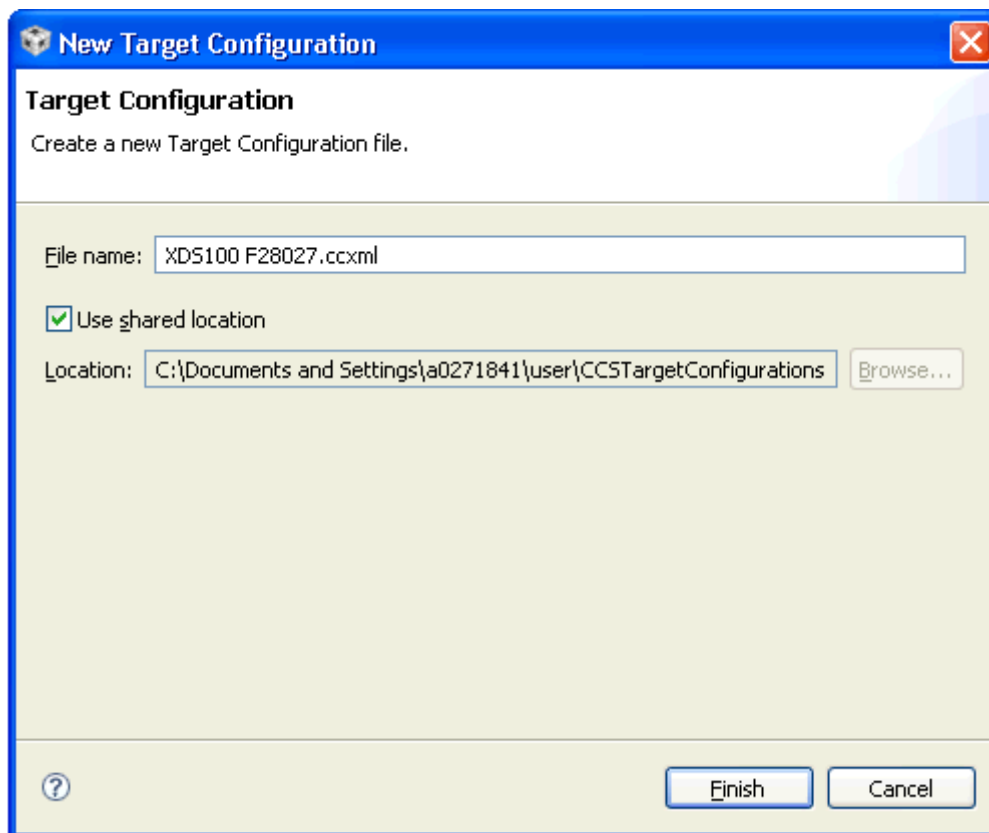

图 5. 创建一个目标配置
4. 这将打开一个如图 5 中所见的新标签。如下选择并进入选项：
- (a) 连接 - 德州仪器 (TI) XDS100v1 USB 仿真器